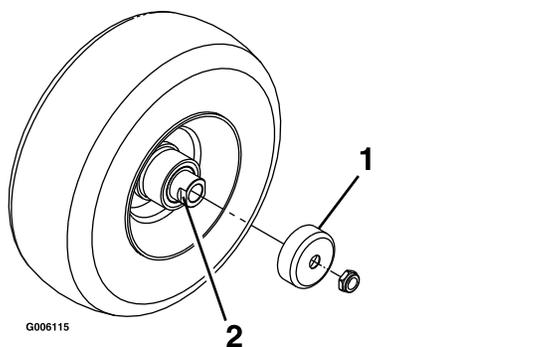

Рисунок 47
4. Снимите ограждения уплотнений со ступицы колеса (**Рисунок 47**).